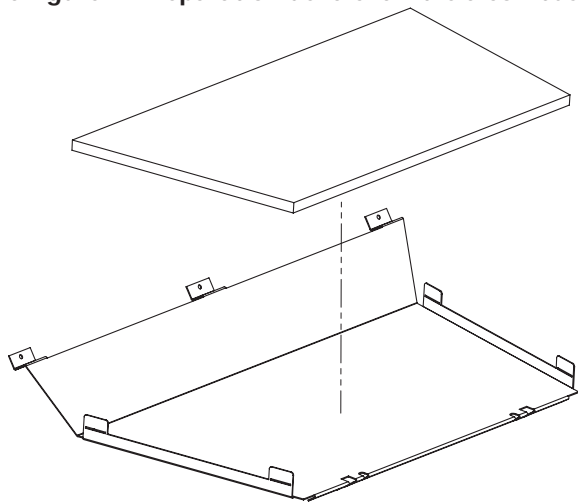

Figure 2 : pattes de retenue du déflecteur d'échappement
Étape 2 : Les panneaux sont fragiles veuillez donc les manipuler avec précaution. Utilisez un T20 tournevis pour retirer les 3 vis qui maintiennent en place le déflecteur d'échappement (voir la Figure 1). Retirer le déflecteur suivie par l'arrière et le côté des panneaux de brique. Utilisez une paire de pinces ou vos doigts pour redresser les pattes de retenue qui fixent la brique (Figure 2).